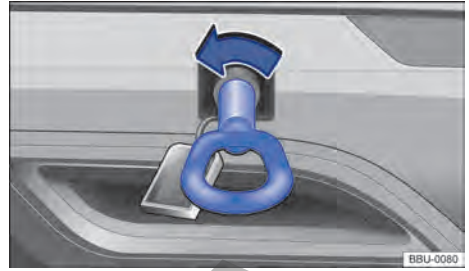

Fig. 166 En el lado derecho del paragolpes trasero: enroscar la argolla de remolque.
- Enrosque la argolla de remolque en el alojamiento girándola al máximo **en el sentido contrario al de las agujas del reloj** → fig. 166, → ⚠. Utilice un objeto adecuado con el que pueda enroscar completa y fijamente la argolla de remolque en su alojamiento.